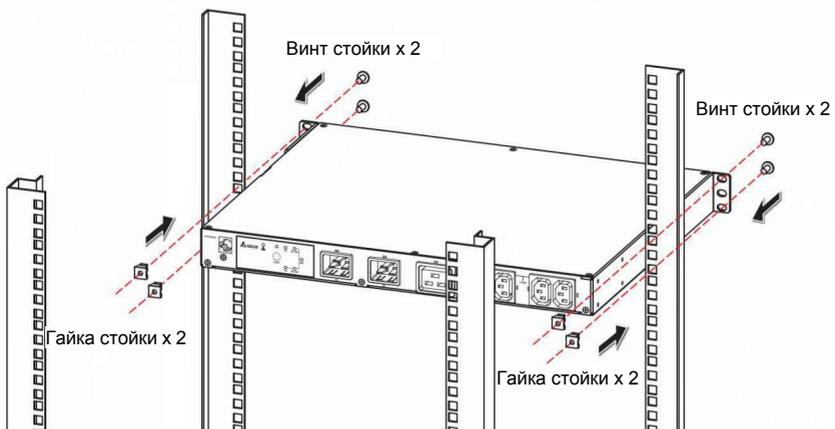

Рисунок 4-4.
- 2) Используйте 4 винта и 4 гайки стойки из комплекта поставки, чтобы закрепить STS на стойке. См. **Рисунок 4-4**.